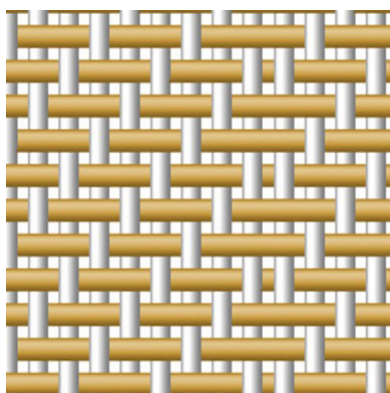

Рисунок 7. Сатиновое переплетение.
1. Возьмите кусок белой бумаги размером 105x150 мм, проведите на линейке продольную линию и отрежьте. Пусть количество разрезов будет чётным, чтобы оба конца ленты можно было провести к обратной стороне бумаги (рис. 7).